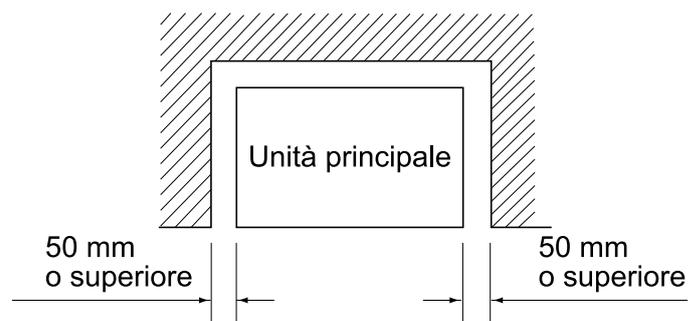

Fig. 2
(1) Selezionare un punto di installazione che soddisfi le condizioni indicate di seguito e abbia l'approvazione del cliente.
- Dove ingresso ed uscita dell'aria non siano bloccati e possa essere garantito spazio sufficiente per manutenzione e cura. **(Vedere la Fig.2)** (Se quanto sopra non dovesse essere garantito, la capacità potrebbe diminuire a causa di un cortocircuito).